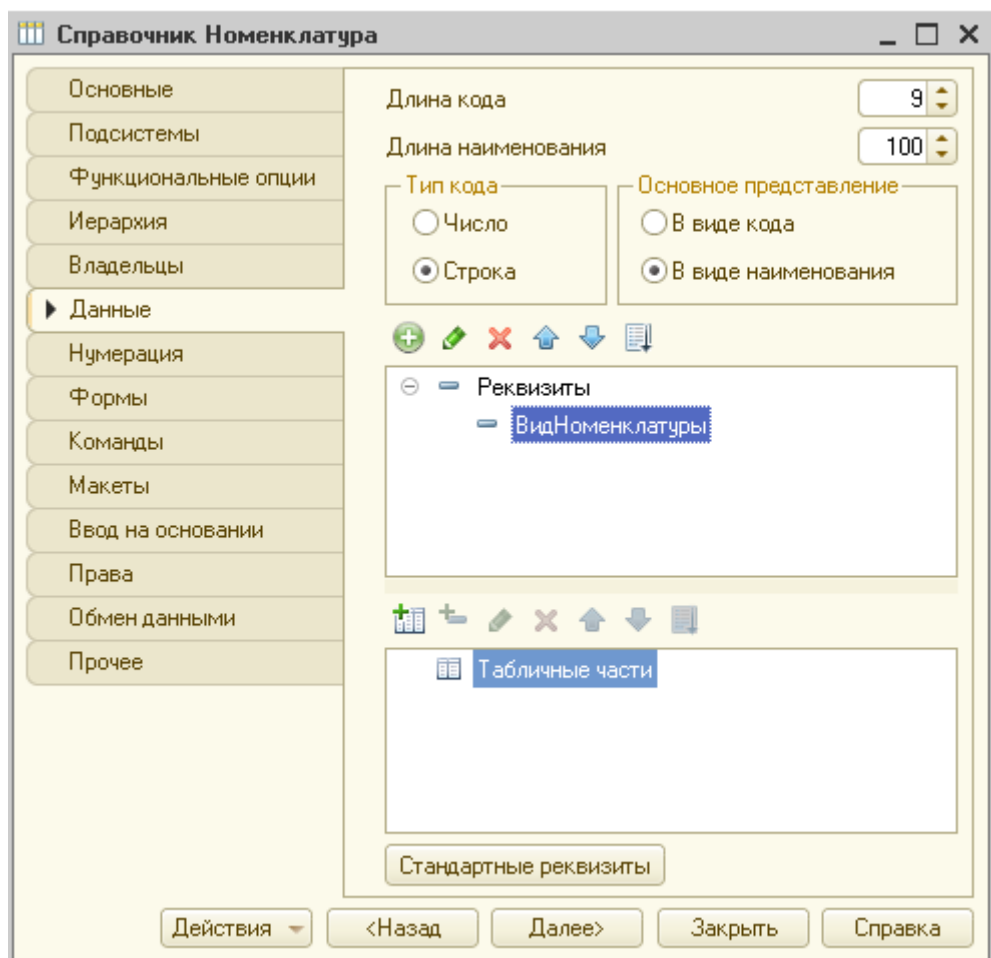

Рисунок 46 Справочник Вид номенклатуры
13. В справочник **Номенклатура** на вкладке «**Данные**» добавьте новый реквизит **ВидНоменклатуры**. В свойстве **тип** установите **ПеречислениеСсылка.ВидНоменклатуры** (рис. 46).